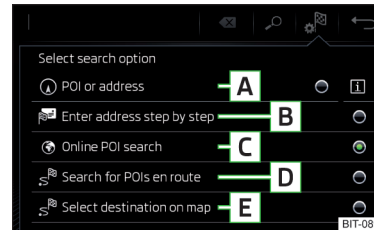

Abb. 156
Funktionsflächen » Abb. 156
- Anschließend die Funktionsfläche eines der Menüpunkte für die Zielsuche **A**, **C** oder **D** antippen » Abb. 156 auf Seite 144.
- › Anschließend die Funktionsfläche  → **E** » Abb. 156 auf Seite 144 antippen.